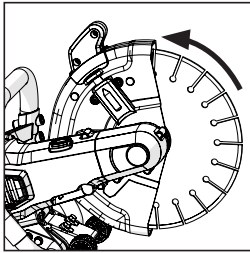

FIG. 5
- Faites pivoter le protège-lame dans la position optimale à l'aide de la poignée de rotation du protège-lame. (Fig. 5)